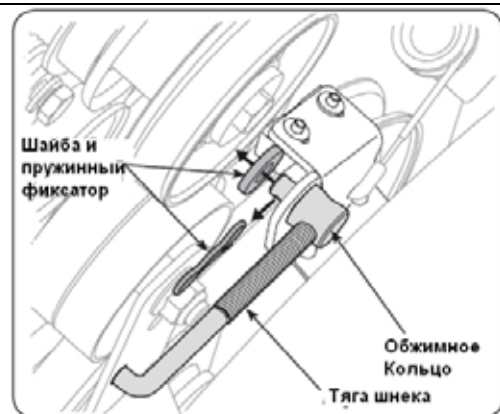

Рис. 32
1. Отсоедините пружинный фиксатор и извлеките шайбу с обжимного кольца для отсоединения тяги шнека от тормозного кронштейна в сборе (См. Рис. 32).